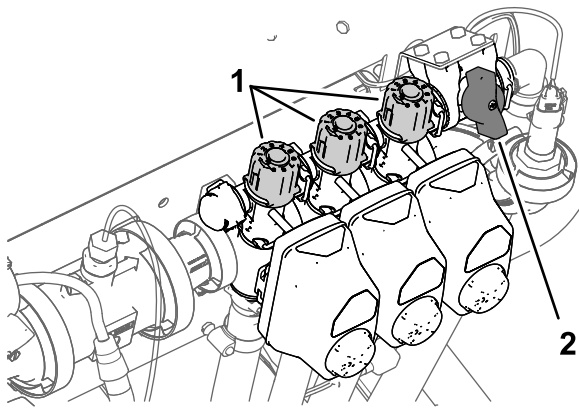

Figura 30
- Desactive el interruptor de la sección izquierda y ajuste el mando de desvío de la sección (Figura 30) hasta que el caudal indicado coincida con el valor anterior, según la tabla.
4. Ajuste el mando de desvío de la sección derecha (Figura 30) hasta que el caudal indicado coincida con el valor anterior, según la tabla.
6. Ajuste el mando de desvío de la sección central (Figura 30) hasta que el caudal indicado coincida con el valor anterior, según la tabla.